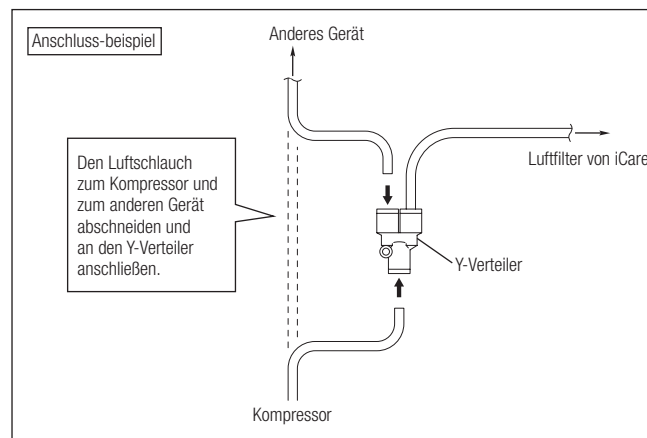

Abb. 2
- 2) Schließen Sie den Y-Verteiler an die Luftquelle (Kompressor) an, wie in Abb. 2 dargestellt.